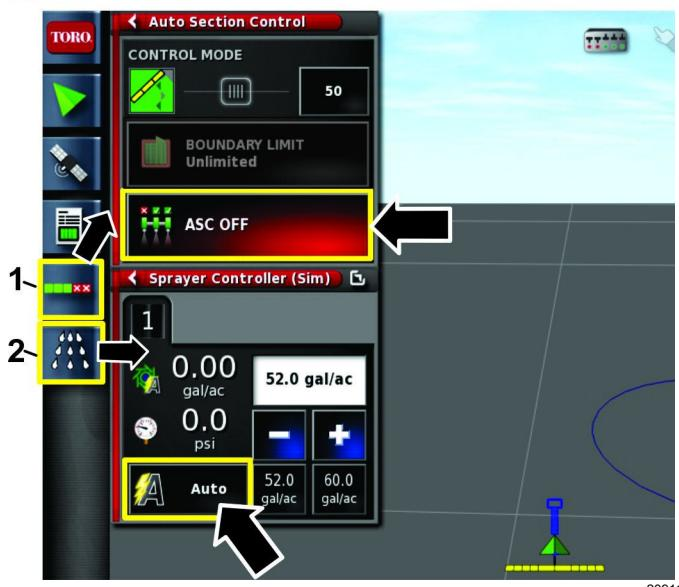

图 113
1. 按自动喷洒臂段控制配置图标和打药车控制器图标 图 113。
2. 按 ASC 图标的关闭位置然后按喷洒率控制的自动位置 图 113。